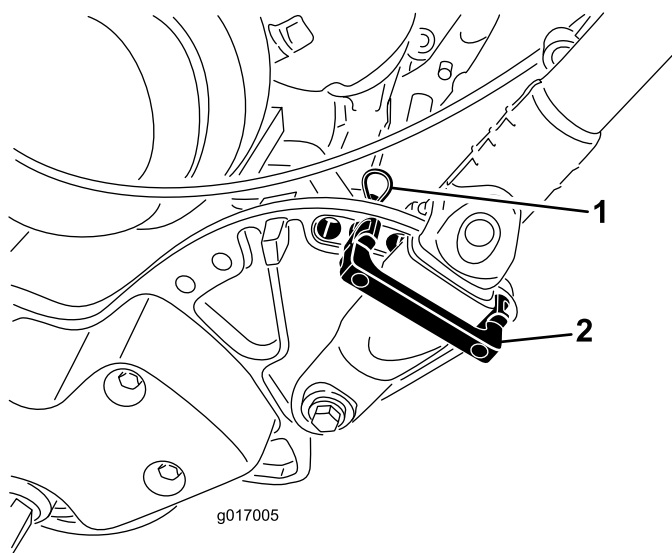

Рисунок 6
- Удерживая ручку, снимите кабельные хомуты, которые крепят зажимы ручки к боковым пластинам (Рисунок 6).
- Поверните ручку в требуемое рабочее положение, вставьте фиксатор ручки выше зажима ручки в ответные отверстия в боковой пластине (Рисунок 6).
- Закрепите зажим с помощью шплинта (Рисунок 6).